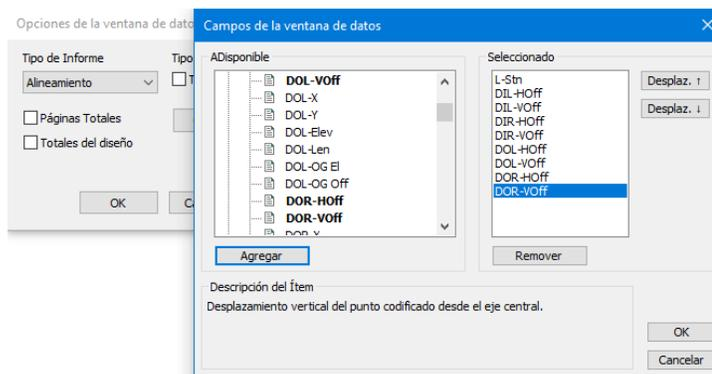

Figura 23-11: Selección de Campos para Desplegar en la Ventana de Datos
29. Para configurar las columnas requeridas: presione *Columns* para abrir el cuadro *Campos de Ventana de Datos* (Figura 23-11)
30. Remueva todos los campos excepto *L-Stn*, expanda la carpeta de *Códigos de Plantilla y Añada DIL-Hoff, DIR, DOL, DOR Hoff y VOff* (Figura 23-11).